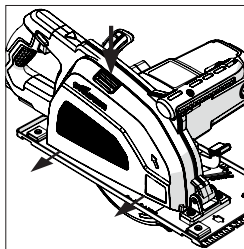
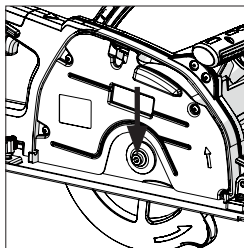

Fig. 3
Fig. 4
- Ta bort flisuppsamlaren, **(12)**, genom att trycka ner knappen, **(13) (Fig.3)**, och exponera bladbulnen, **(Fig.4)**.